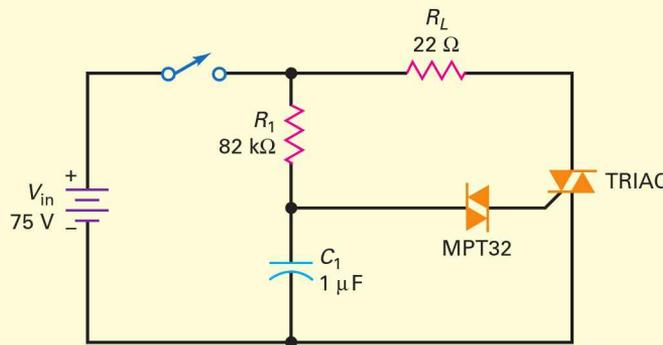

Figure 13.29
Sur la figure 13.29, supposons l'interrupteur fermé. Si le triac est conducteur, quelle est la valeur approximative du courant dans la résistance 22Ω ?
13.8 Avez-vous compris ? Sur la figure 13.29, fixer la valeur de la tension d'alimentation à 120 V et calculer le courant dans la résistance de 22Ω .
Sur la figure 13.29, supposons l'interrupteur fermé. Le MPT32 est un diac avec une tension d'amorçage égale à 32 V. Si le triac possède une tension